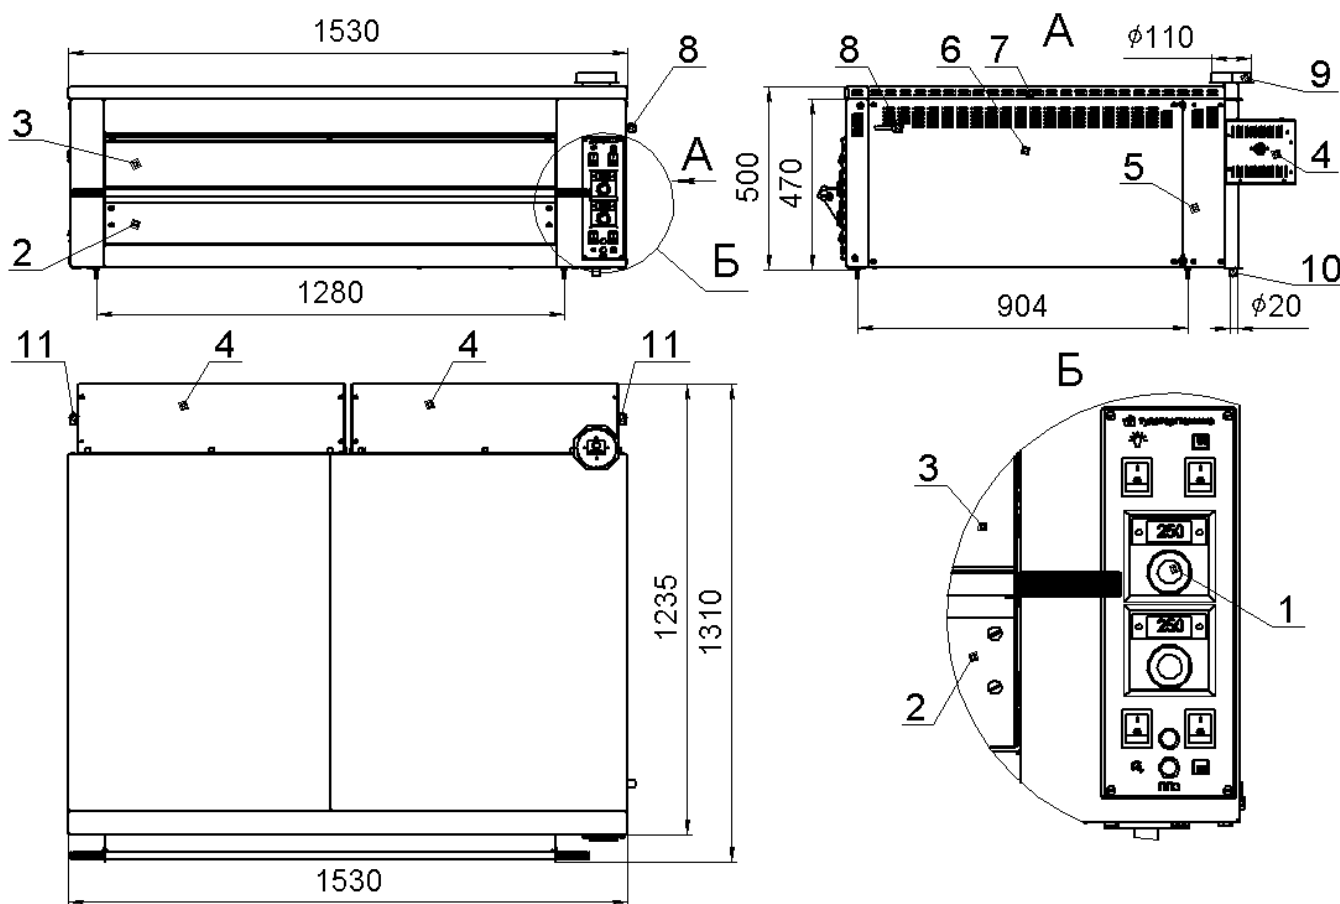

Рис.1
Общий вид печи (с крышкой) представлен на рис.1.
6.9 После установки печи на подставку, снимите 4 бруса, вывернув болты (ключ на «13»), которыми брусья закреплены на корпусе печи. Затем наверните рукоятку системы вентиляции (рис.1, поз.8) из комплекта поставки печи.
Подключение воды производится к штуцерам клапанов (рис.1, поз.11), резьба наружная G3/4". Подключение рекомендуем производить гибкой подводкой с накидной гайкой G3/4" через фильтр очистки воды от механических примесей и перекрывающий вентиль или шаровой кран.
6.12.1 Снять крышку блока клеммного (рис.1, поз.5) с правой стороны боковой панели печи.